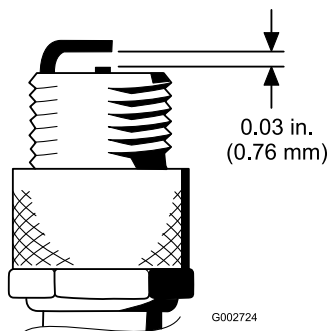

Figura 19
4. Ajuste a folga existente entre a zona central e lateral do eléctrodo para 0,76 mm (Figura 19). Monte a vela com a folga correcta com o vedante e aperte-a com uma força de 23 Nm. Se não utilizar uma chave de aperto, aperte bem a vela.